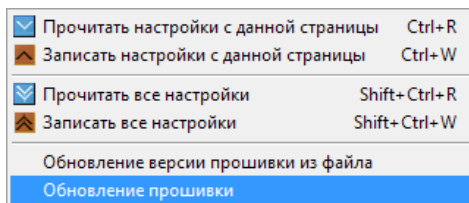

Рисунок 14. Пункты меню «Панель»
- В меню «Панель» выбрать пункт «Обновление прошивки» (рис.14)